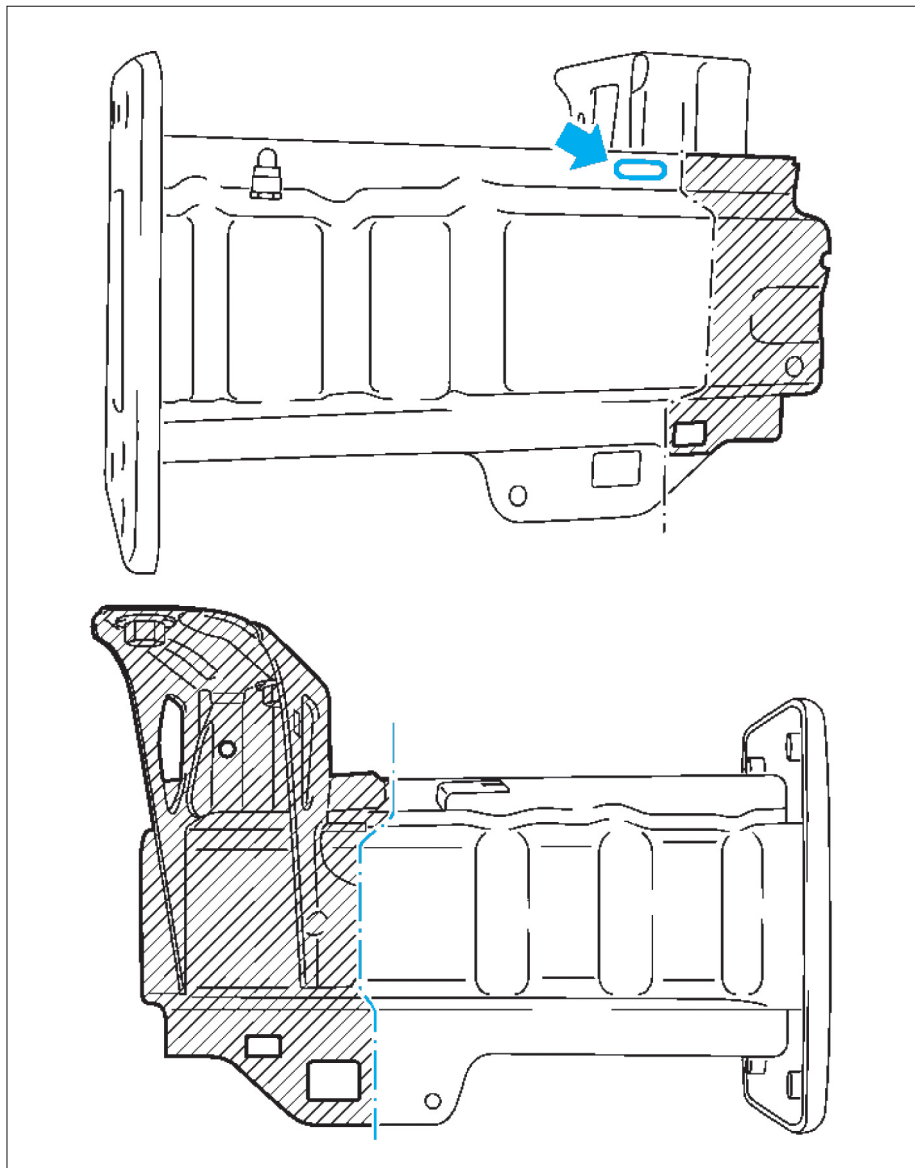

FIG. 5
- Sur le longeron de cadre avant gauche, côté extérieur, effectuer un trou oblong de 8 x 24 mm (flèche) (Fig.5).